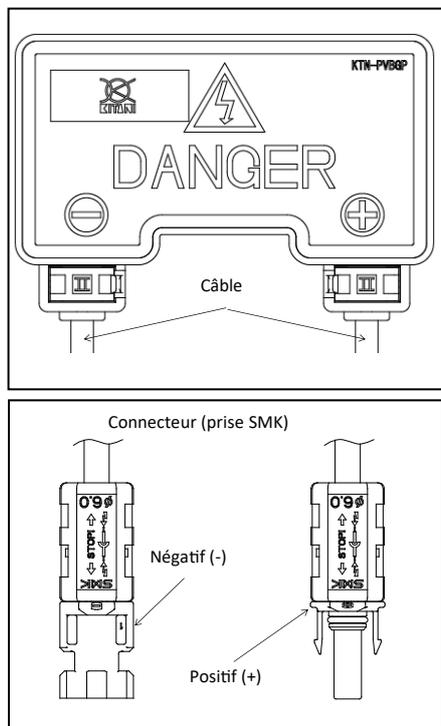

Figure 2. Configuration de la boîte de jonction
- Une borne est réservée à chaque polarité (les symboles correspondants sont gravés sur le corps de la boîte de jonction) (voir Figure 2).